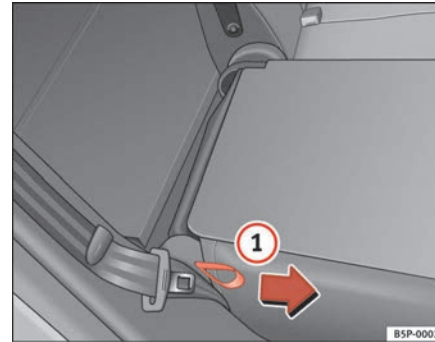

Abb. 98 Umklappen bzw. Aufrechtstellen der Rück-sitzlehne
- Ziehen Sie an der Schlaufe auf der Seite des Sitzes ⇒ Abb. 98 1.